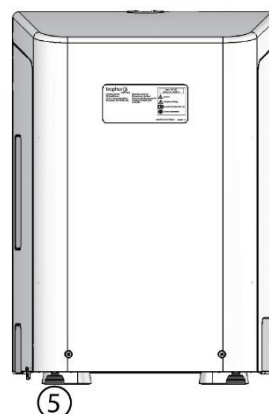

図 2
3. 背面の両脚部を左右に回して高さを調節し、装置が水平になるようにしてください。(図 2 参照)脚部に緩みがなく、装置に付いているのを確認してください。